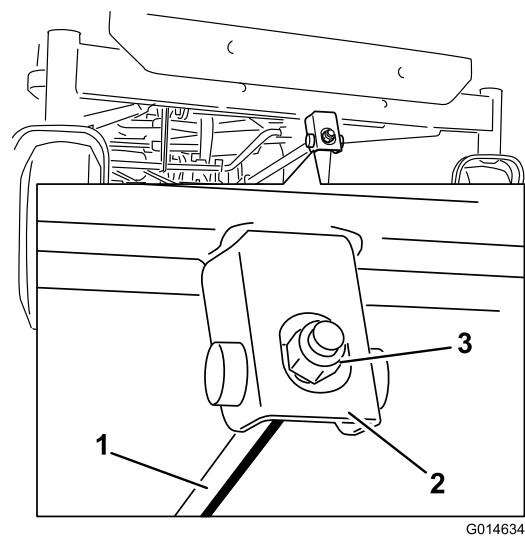

Figure 56
5. Mesurez la distance entre la pointe de la lame avant et la pointe de la lame arrière par rapport à la surface plane (Figure 56). Si la pointe avant de la lame n'est pas de 1,6 à 7,9 mm (1/16 à 5/16 po) plus basse que la pointe arrière, réglez le contre-écrou avant.
6. Pour régler l'inclinaison avant/arrière des lames, tournez l'écrou de réglage à l'avant du tablier de coupe (Figure 56).